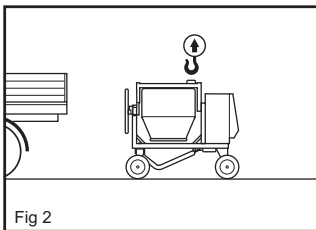

Fig 2
- Перед подъемом нужно перевернуть смесительный барабан вверх дном, на котором находится такалажная проушина (Fig. 2).